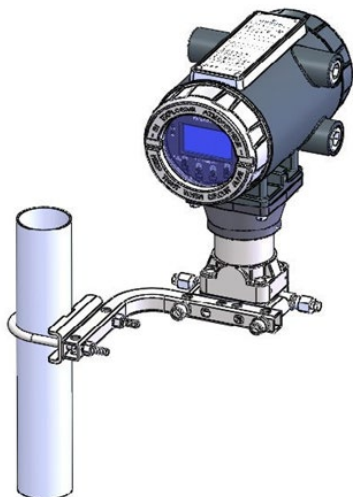

Figure 6. FB1200 avec montant Coplanar
2. Le FB1200 se monte directement sur un manifold installé sur la tuyauterie, ou indirectement sur un tuyau ou un poteau. Reportez-vous aux Figures 6 et 7.